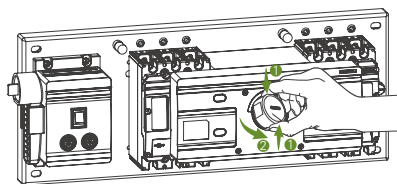

图1
- ① → ②：如下图1指示，手动操作前，须将手柄旋转孔的上盖取下来；